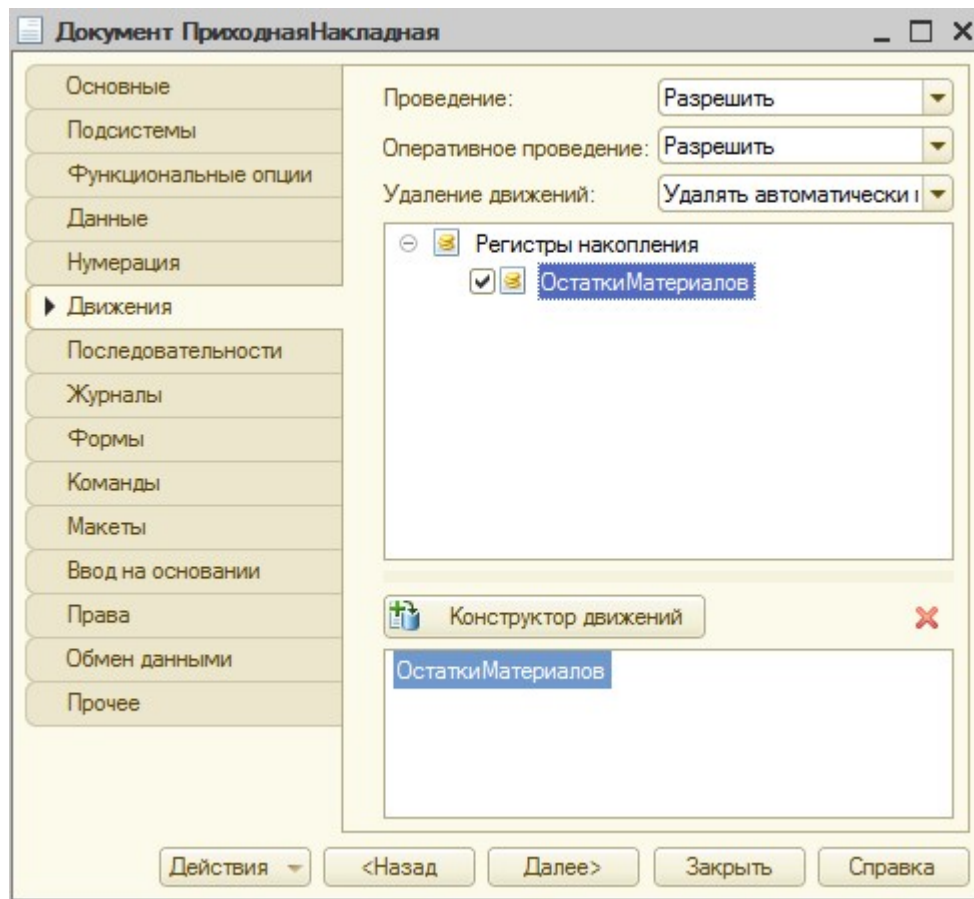

Рисунок 37 Вкладка «Движение» документа «Приходная накладная»
3. В документе **Приходная Накладная** на вкладке «**Движения**» в регистрах накопления укажите галочкой созданный регистр (рис. 37).